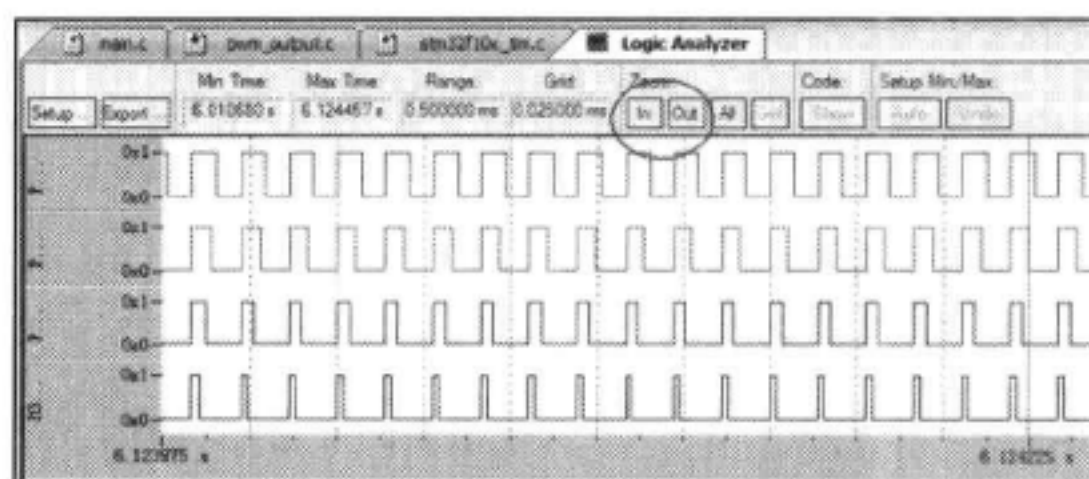

图 13-20 设置 Zoon 的 In 和 Out 调整时间轴
7) 其实出现上面的情况是因为我们显示 PWM 信号时没有放大的缘故, 我们可以点击 In 这个按钮来将 PWM 信号显示得大点, 如图 13-20 所示, 一切搞定。